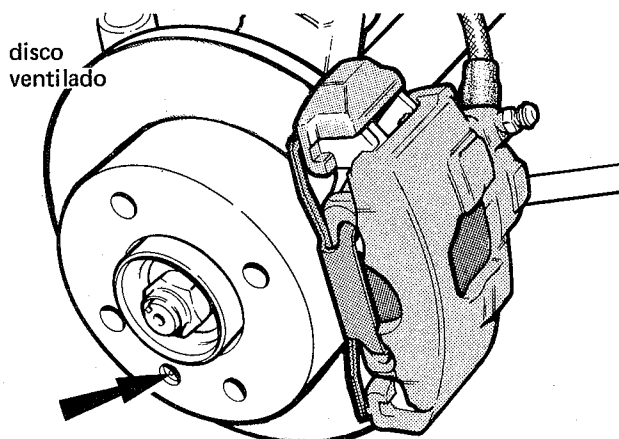

fig. 20
4. Remover o parafuso de fixação do disco, e o disco do freio (fig. 20)